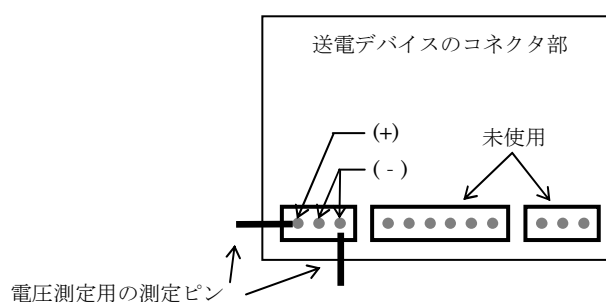
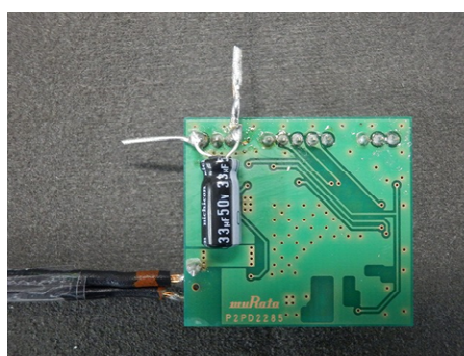

図 10. 送電デバイスの+5V 供給
図 11. 電圧安定化キャパシタンスの取付け例
- ⑦ +5V 供給部の電圧波形を確認する。オシロスコープで電源コネクタ部の電圧波形を測定し、電圧波形にリップルがないか確認する。電源コネクタ部に測定プローブを接続し難い場合は、図 10 のように電源コネクタ部分に測定ピンを取付けて測定する。電圧波形にリップルがある場合は、図 11 のように数 μF 程度の低インピーダンス（ルビコン ZL、日本ケミコン KZE など）のキャパシタンスを接続して電圧を安定化させる。